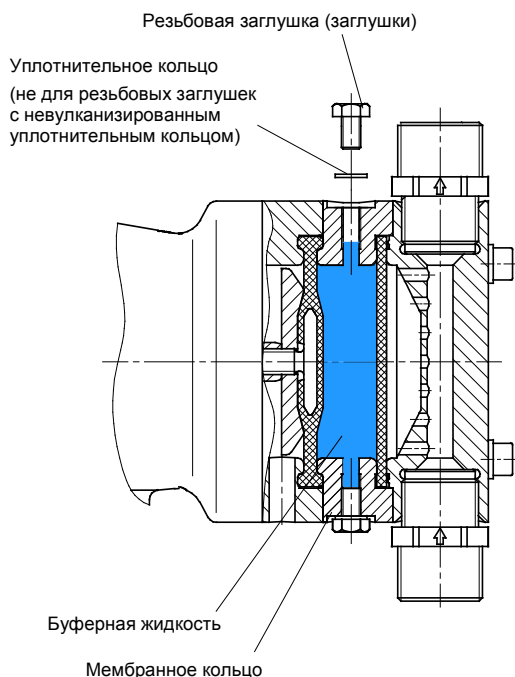

Рис. 76
- Вернуть резьбовую заглушку (заглушки) (ср. рис. 76)